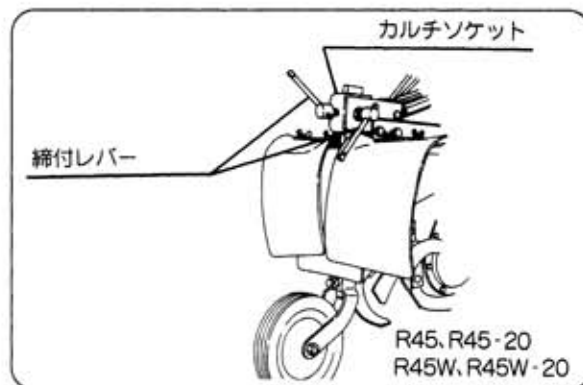

図14
7) 尾輪の取付け（図14・15）
- ① 尾輪をカルチソケットに差込みます。
- ② 締付レバー（2ヶ所）で尾輪を締付けてください。
- ③ 爪が地面に接しない高さに取付けてください。
- ④ 作業の際は耕深に合わせて尾輪の高さを調整してください。